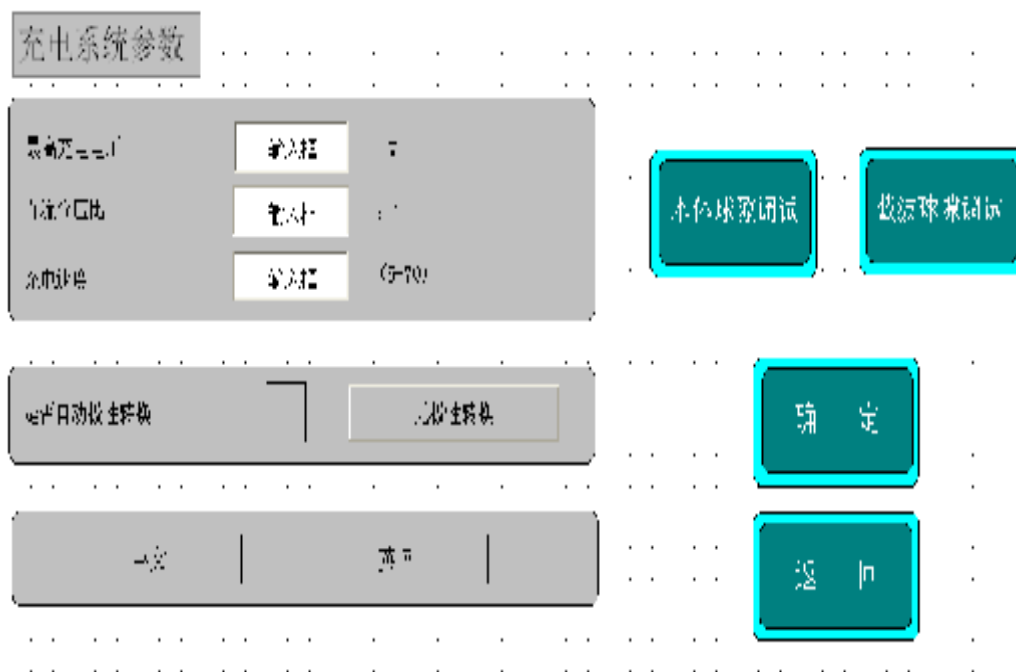

图 7-5 系统参数设置
(3) 输入正确的密码后，点击“确定”按钮，进入系统参数设置界面（图 7-5）